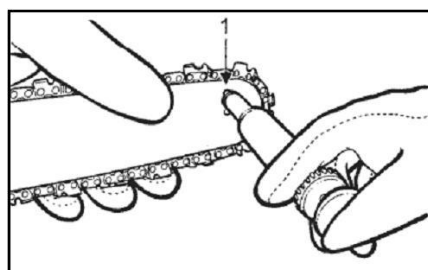

Fig. 27
- 2 - Pulire il buco di lubrificazione all'estremità della guida catena (dei due lati) (vedere 1 Fig. 27).